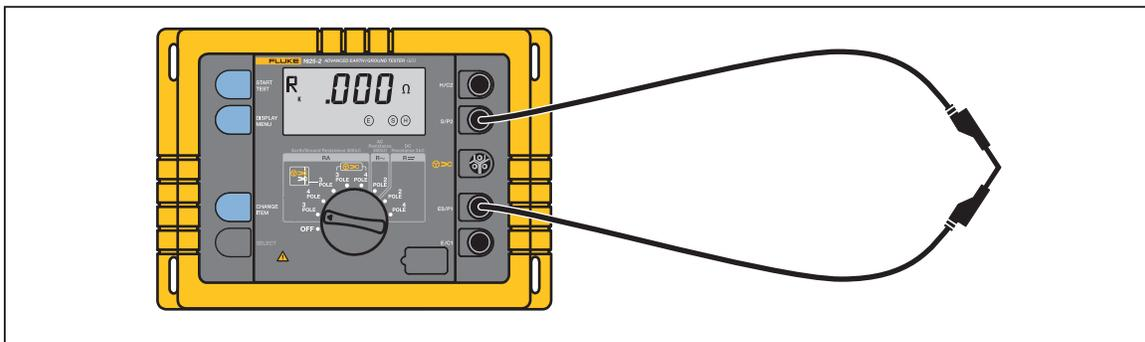

Figura 14. Compensación de la resistencia del conductor de medición
2. Conductor de medición de cortocircuito, tal como se muestra en la Figura 14.